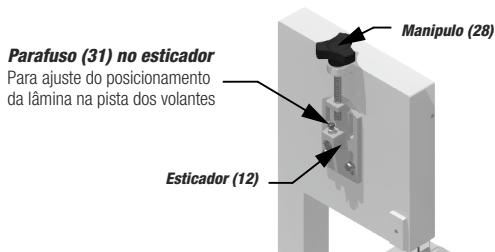

Figura 5
**ATENÇÃO:** Tenha cuidado para não esticar a lâmina (21) em excesso, pois poderá ocorrer a quebra da mesma e também não utiliza-la com folga, afim de evitar que ela saia dos volantes (47 e 48).
Após executar o procedimento acima, gire manualmente no sentido anti-horário, com cuidado, os volantes (47 e 48) e verifique a posição da lâmina (21) na pista dos volantes. Caso a lâmina esteja saindo da pista do volante proceda com a regulagem do parafuso (31) localizado no esticador (12), conforme **figura 5**.
**Nota:** se apertar muito o parafuso (31) localizado no esticador (12), a lâmina irá se deslocar muito para trás e irá atritar no encosto da pista do volante causando ruído no momento do funcionamento. Dessa forma o parafuso (31) deverá ser afrouxado delicadamente até o ruído desaparecer.
**Nota: Jamais utilize as pontas dos dedos ou qualquer outro objeto que não seja o soquete (73) para empurrar a carne!**
**Observação:** Caso caia o rendimento do moedor de carne verificar a necessidade de troca da faca cruzeta (63) ou dos disco para moer (61 e 62) conforme *figura 5*. Nunca interrompa (desligue) o processo de moagem com carne em processamento.
- Para a preparação de embutidos proceda com a montagem do bocal conforme descrito no item 2.4. Após a montagem coloque a tripa/embagem no funil de lingüiça e inicie o processo ligando o botão liga/desliga (19).